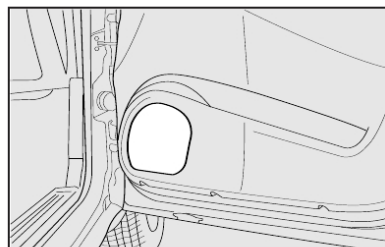

fig. 101
- alto-falantes na porta dianteira **fig. 101**,